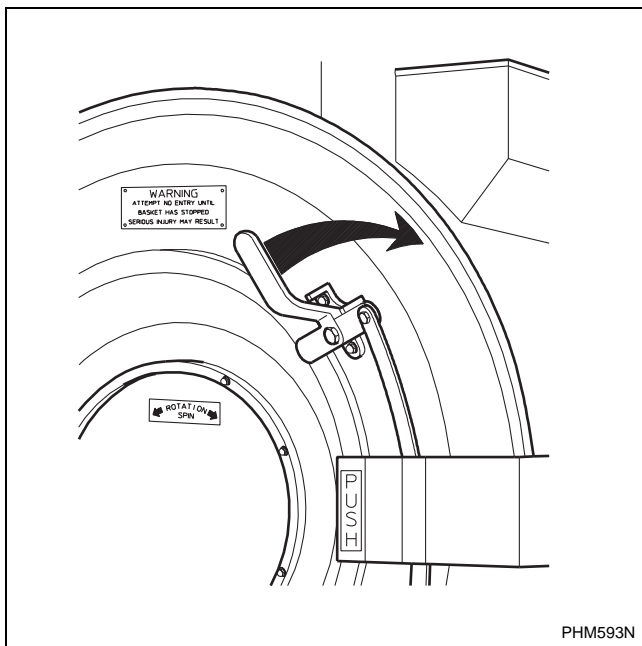

Figura 17
4. Gire el asidero de la puerta en el sentido de las agujas del reloj, y tire de la puerta hacia la izquierda para abrirla. La puerta debe abrirse en un periodo de cinco segundos tras pulsar el botón de desbloqueo de la puerta. Consulte la *Figura 17*.